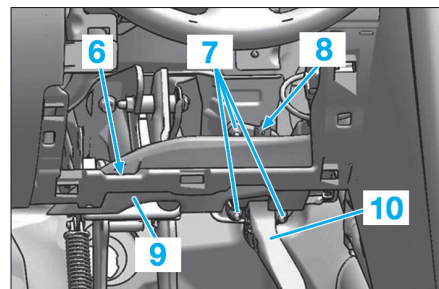

Fig. 23
- Débrancher le connecteur (8) de la pédale d'accélérateur (10) (Fig.23).